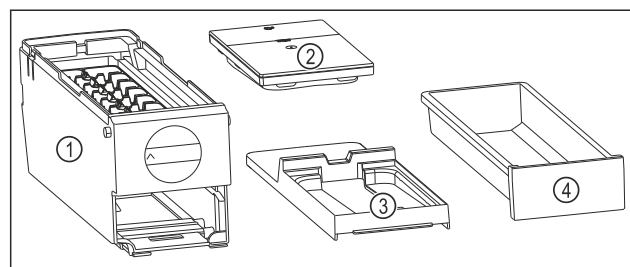

Fig. 81 Součásti EasyTwist-Ice
- ▷ EasyTwist-Ice je rozebrán na čtyři části. (viz Fig. 81)
- ▶ EasyTwist-Ice rozebírejte pouze na zobrazené součásti. (viz Fig. 81)
- ▶ Korpus EasyTwist-Ice Fig. 81 (1) vyčistěte jako celek.